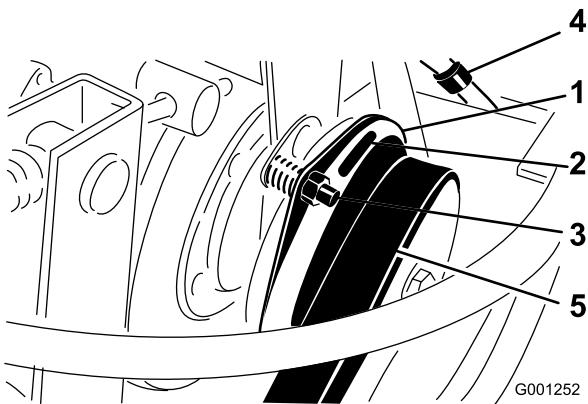

Figura 66
3. Ajuste a folga de modo a permitir a introdução de um calibrador de 0,381 mm entre a cobertura da embraiagem e a placa de fricção (Figura 66). Pode reduzir esta folga se rodar a porca de ajuste no sentido dos ponteiros do relógio (Figura 66). A folga máxima é de 0,762 mm. Ajuste as três folgas.